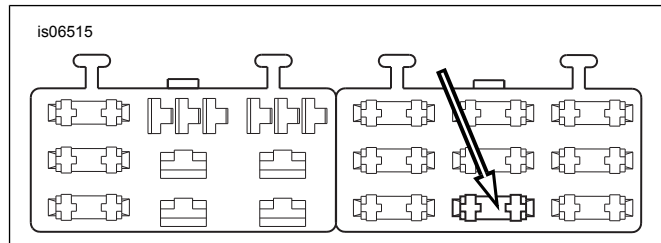

Figura 8. Cavidad "OPEN" (abierto) del bloque de fusibles (Dyna 2004 y posteriores)
4. Vea Figura 8. Localice la cavidad del fusible (1) indicada como "OPEN" (abierto) en la cubierta del bloque de fusibles en el bloque de fusibles del lado derecho. Inserte el terminal en el cable del adaptador naranja/blanco hasta que se detenga. Vea algún terminal cercano instalado en la fábrica para compararlo y verificar que esté correctamente orientado y a la profundidad correcta.